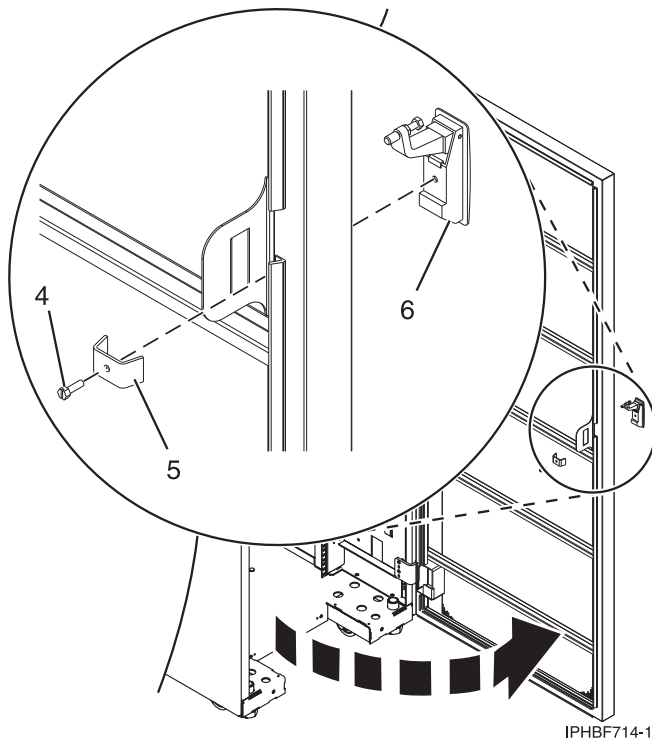

図 26. 既存のドア・ラッチの取り外し
- b. ドアの内側で、ロックをラック・ドアに固定しているねじ (図 26 の (4)) を取り外します。
- a. キー付きラック・ロックをドア前面のラッチ・スロットに挿入します (32 ページの図 26 の (6))。
- b. ドアの内側でロック・ブラケット (5) をねじ (4) を使って取り付け、ロックを固定します。